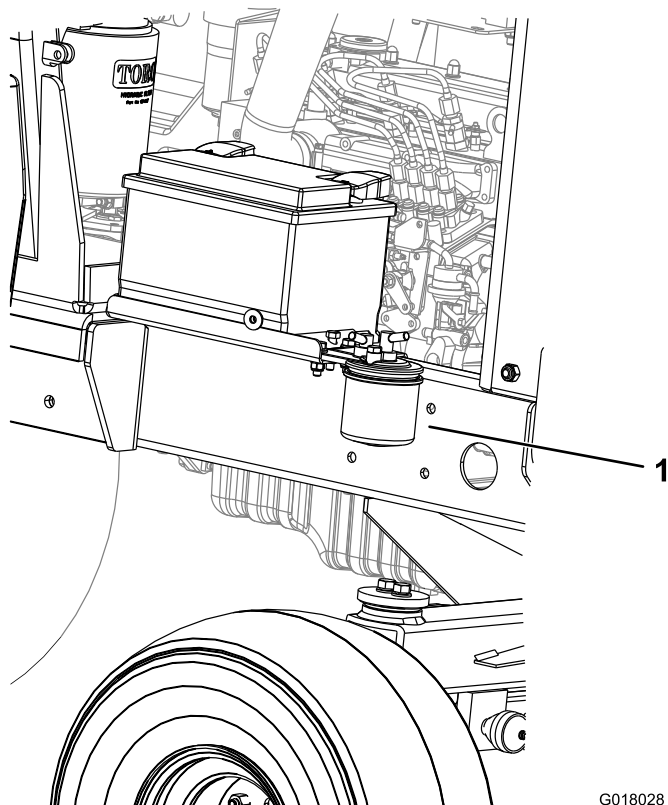

Figure 51
1. Placez un bac de vidange propre sous la cartouche du filtre à carburant (Figure 51).